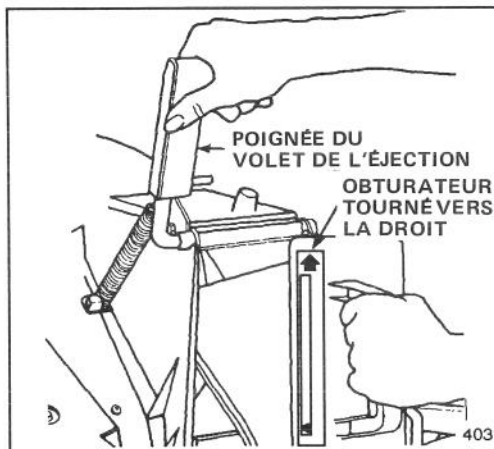

Figure 4
1. Ouvrir le volet de l'éjection en tirant la poignée vers l'avant, puis en le repoussant vers l'arrière (Fig. 4). Tenir la poignée du volet de l'éjection pour empêcher que son ressort ne le ferme lors de l'introduction de l'obturateur.
2. L'obturateur étant légèrement plus large que l'ouverture du canal d'éjection, l'introduire en le faisant tourner légèrement vers la droite (Fig. 4). Vérifier que la flèche qui se trouve sur l'auto-collant de l'obturateur est pointée vers le haut.